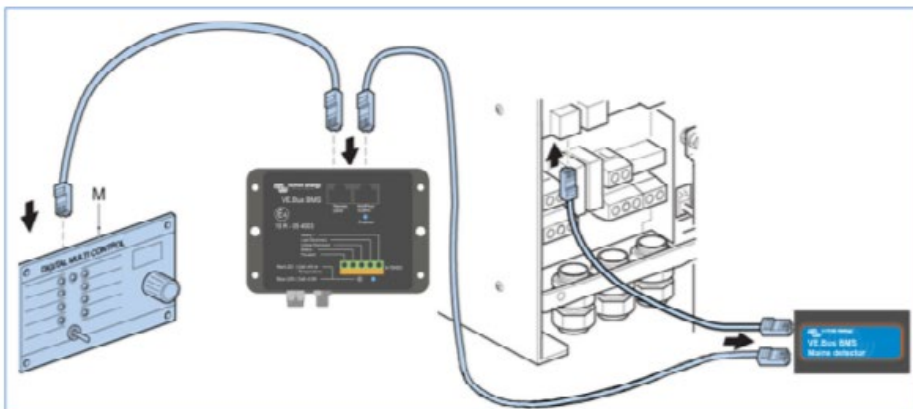

Figura 4: Ligações VE.Bus
15. Utilize o cabo RJ45 UTP curto para conectar o Detetor CA a uma das duas fichas VE.Bus nos MultiPlus ou Quattro (ver figura 4).